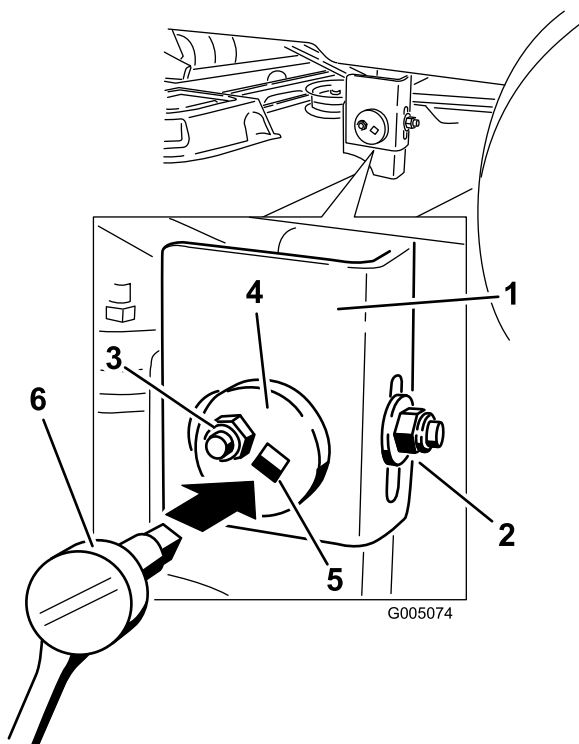

Figure 44
7. Du côté gauche de la machine, desserrez sans le retirer, l'écrou de blocage arrière sur le support (Figure 44).
8. Desserrez l'écrou de blocage latéral sur le support jusqu'à ce qu'il soit possible d'ajuster la plaque excentrique (Figure 44). Utilisez une clé à douille munie d'une rallonge de 3/8 pouce (9,5 mm) pour manipuler la plaque excentrique. Utilisez la clé pour repositionner le plateau de coupe à la hauteur voulue.
9. Arrêtez le plateau de coupe et vérifiez sa hauteur, puis serrez l'écrou de blocage latéral sur le support pour fixer cette nouvelle position (Figure 44). Resserrez l'écrou de blocage arrière sur le support.